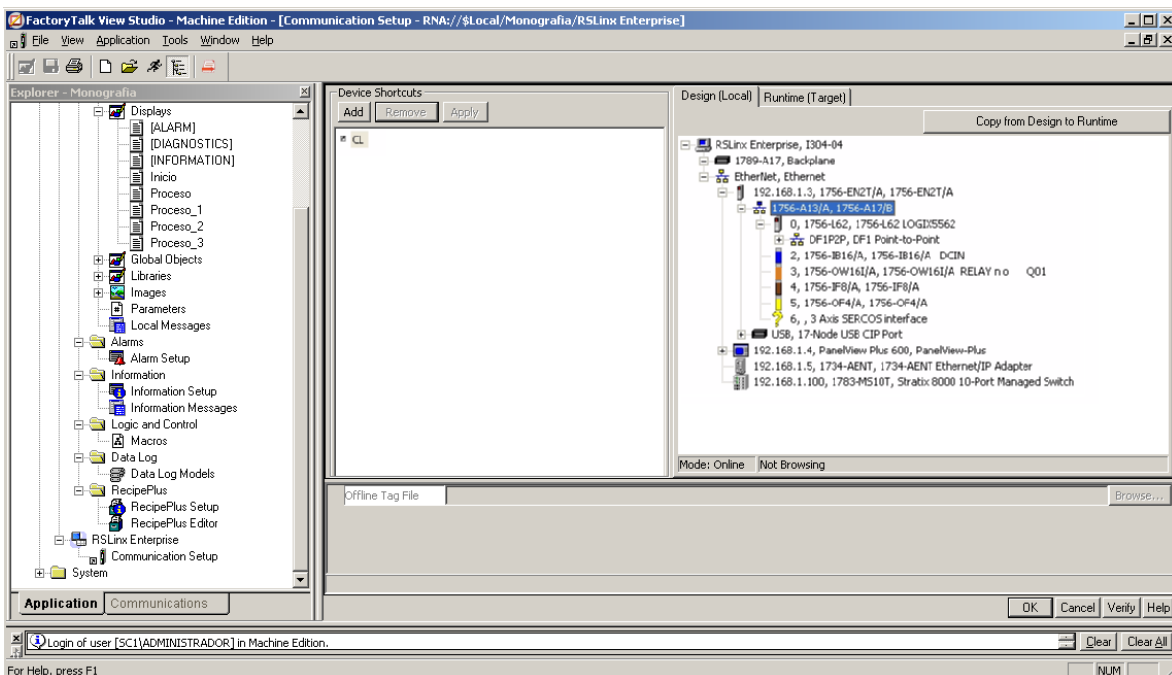

Figura 43. Agregar Acceso Directo del Controlador 1756-L62. [4]
- c) Al seleccionar el controlador, se requiere añadir un acceso directo del dispositivo, el cual corresponde a la definición formal de cómo FactoryTalk View Studio se comunicará con el controlador. (Ver Figura 43)